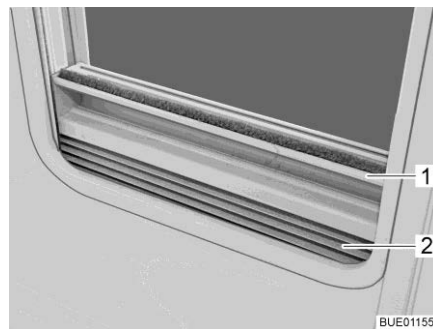

Bild 65 Plisségardin
- Stänga:** ■ Ta tag i mitten på plisségardinens (Bild 65,2) list (Bild 65,1) och drag den nerifrån och upp och släpp loss den vid önskad höjd. Plisségardinen stannar på denna höjd.